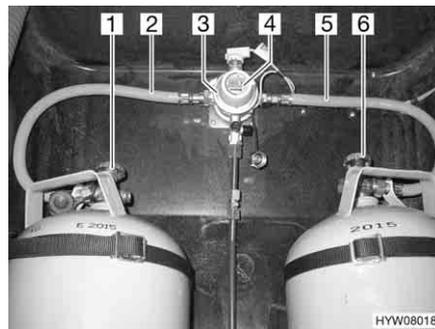
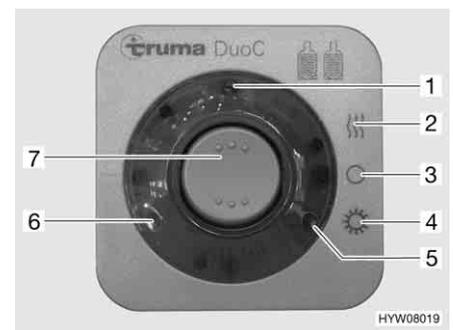

Bild 103 DuoControl-Umschaltanlage
Bild 104 Bedieneinheit
Die DuoControl-Umschaltanlage besteht aus einem Umschaltventil (Bild 103,3) und der Bedieneinheit (Bild 104). Das Umschaltventil ist zwischen den Gasschläuchen (Bild 103,2 und 5) montiert. Mit dem Drehknopf (Bild 103,4) am Umschaltventil kann bestimmt werden, welche der Gasflaschen als Betriebsflasche und welche Gasflasche als Reserveflasche verwendet wird.
An der Bedieneinheit (Bild 104) können nur die elektrischen Funktionen geschaltet werden. Die Haupt-Absperrentile der Gasflaschen (Bild 103,1 und 6) müssen von Hand geöffnet werden.
Das Umschaltventil gewährleistet einen konstanten Gasdruck, unabhängig davon, welche Gasflasche Gas liefert. Die zwei Kontroll-Leuchten an der Bedieneinheit zeigen den Füllstand der Betriebsflasche an. Wenn die grüne Kontroll-Leuchte (Bild 104,6) leuchtet, ist die Betriebsflasche voll. Wenn die rote Kontroll-Leuchte (Bild 104,5) leuchtet, ist die Betriebsflasche leer. Die Gasversorgung erfolgt dann über die Reserveflasche.
- Die Haupt-Absperrventile an den Gasflaschen (Bild 103,1 und 6) öffnen.
- Mit dem Drehknopf (Bild 103,4) am Umschaltventil (Bild 103,3) die Gasflasche wählen, der vorrangig das Gas entnommen werden soll (Betriebsflasche).
- An der Bedieneinheit (Bild 104) die DuoControl-Umschaltanlage einschalten.
Dazu den Wippschalter (Bild 104,7) auf Winterbetrieb "Ein und Heizen" (Bild 104,2) oder auf Sommerbetrieb "Ein" (Bild 104,4) stellen. Das Umschaltventil ist jetzt entlüftet. Die gelbe Kontroll-Leuchte (Bild 104,1) leuchtet, wenn Winterbetrieb gewählt wird und die Regler-Enteisungsanlage eingeschaltet ist.
- Den Wippschalter (Bild 104,7) auf "O" (Bild 104,3) stellen. Die gelbe Kontroll-Leuchte (Bild 104,1) erlischt.
- Die Haupt-Absperrventile an den Gasflaschen (Bild 103,1 und 6) schließen.
Fernanzeige Die Kontroll-Leuchten an der Bedieneinheit (Bild 104,5 und 6) signalisieren im Fahrzeuginneren, ob die Betriebsflasche betriebsbereit ist.
Gasflaschenwechsel Wenn die grüne Kontroll-Leuchte (Bild 104,6) während des Betriebs erlischt und die rote Kontroll-Leuchte (Bild 104,5) aufleuchtet, ist die als Betriebsflasche gewählte Gasflasche leer und muss gewechselt werden. Die Reserveflasche versorgt die Gasverbraucher weiterhin mit Gas.